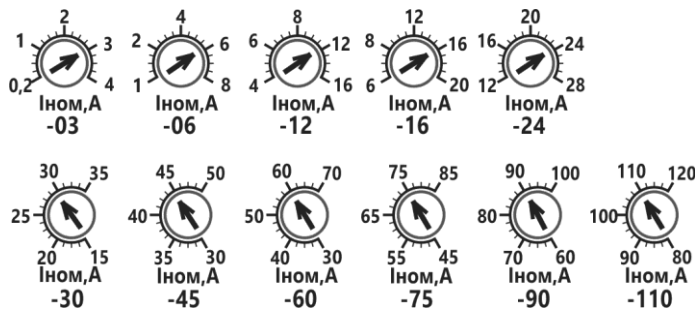

Рисунок 5 Диапазоны настройки **Iном**
1.7.2 Номинальный ток электродвигателя **«Iном, А»** используется для функции электронной тепловой защиты электродвигателя (см. таблицу 8, код защиты А3), а также в качестве базового для настройки **«Iоткл, %»**, **«Iпуск, %»**, **«Iтрм, %»**. Диапазоны настройки потенциометров для исполнений по току приведены на рис.5.